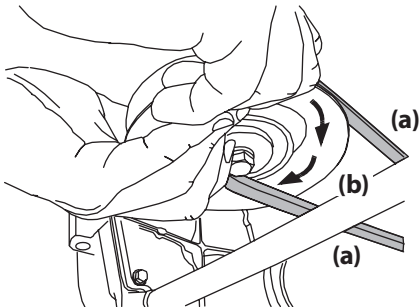

Figura 4-14
- d. Mientras sostiene la correa de la PTO (a) hacia abajo, siga girando la polea de la PTO (b) hasta que la correa de la PTO (a) se deslice fuera de la polea (b). Consulte la Figura 4-14.
11. Tire del lado derecho de la correa de la PTO hacia atrás y coloque el lado V angosto de la correa de la PTO en la polea de la PTO. Consulte la Figura 4-14.
12. Mientras sostiene la correa y la polea de la PTO juntas, gire la polea de la PTO hacia la izquierda (Vea la Figura 4-14). Siga sosteniendo y rotando la polea de la PTO y la correa de la PTO hasta que la correa de la PTO se enrolle totalmente en la polea de la PTO.